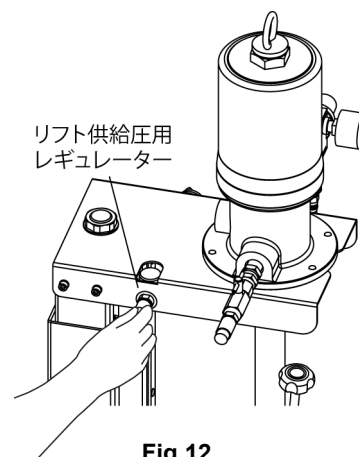

Fig.12
- 1) リフト供給圧用レギュレーターを調整し、圧力計の指針を0.4~0.5 MPaにセットしてください。(Fig.12)